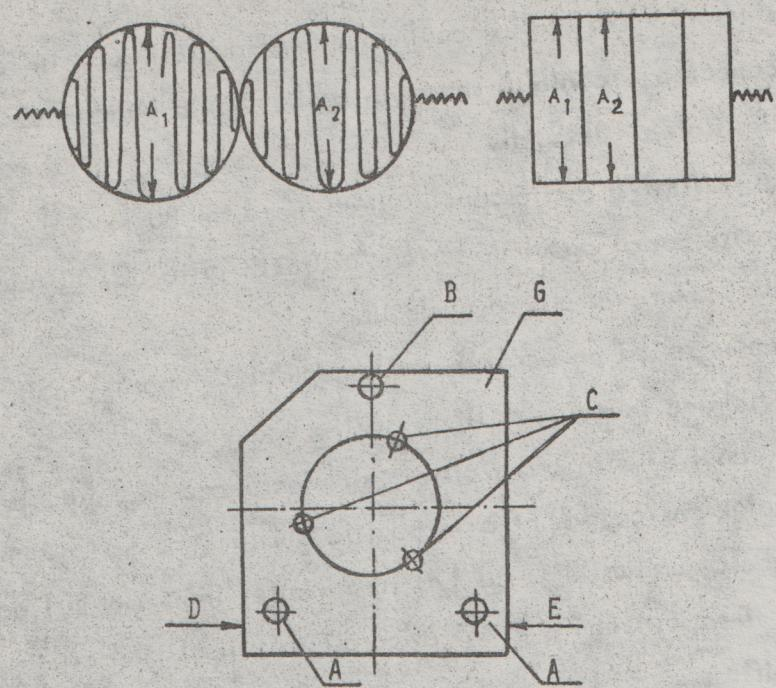

Fig.13. Reglaj radial.
- se urmărește ca pe ecranul osciloscopului să apară imagine ca în fig.13; amplitudinea celor două figură să fie egale